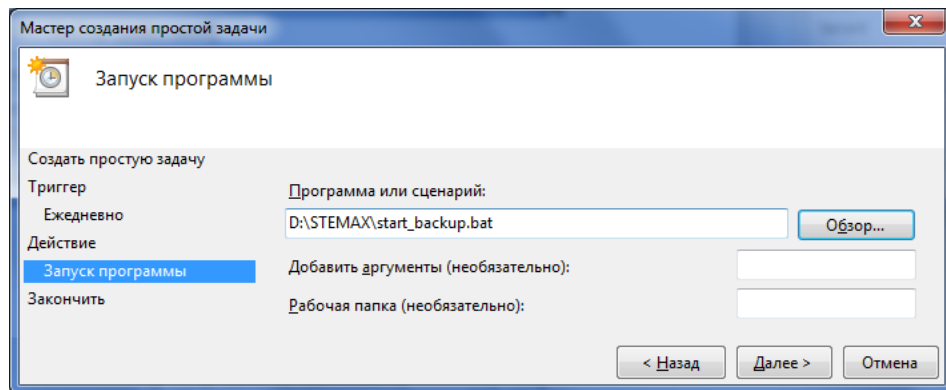

Рисунок 8.34 — Выбор командного файла
- В следующем окне нажмите кнопку *Обзор* и укажите путь к командному файлу, после чего нажмите кнопку *Далее* (см. рисунок 8.34).